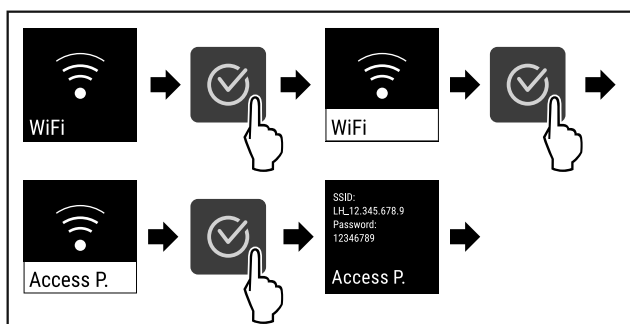

Fig. 74
- Hajtsa végre a művelet lépéseit (lásd Fig. 74) .